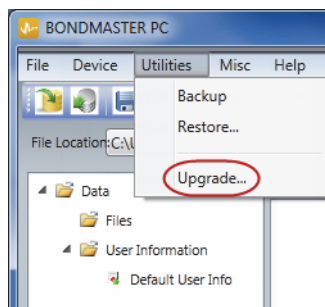

Figure 7-7 Menu Utilities
5. Dans le menu **Utilities** (Utilitaires) du logiciel pour PC BondMaster, sélectionnez **Upgrade** (Mise à niveau) [voir la Figure 7-7 à la page 193].